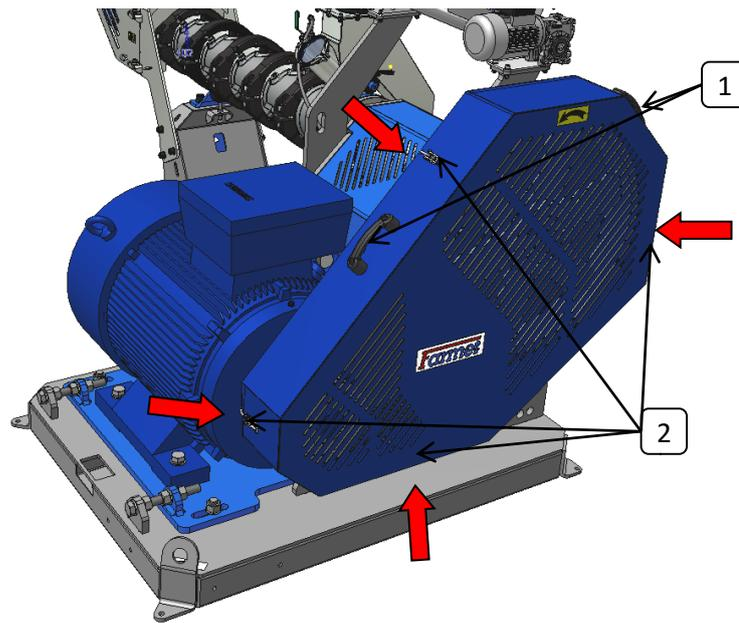

Figure 42 - Platzierung der Spanner
- Lösen Sie die vier Spanner, die an der gegenüberliegenden Abdeckung befestigt sind. Platzierung der Spanner, siehe Abbildung 42.
Für die manuelle Methode der Feststellung des Spannungszustands des Riemens richten Sie sich nach der Tabelle 8. Drücken Sie den Riemen gleichmäßig mit der vorgeschriebenen Kraft über seine gesamte Breite in der Hälfte des geraden Teils des Riemens, siehe Abbildung 42. Diese Kraft sollte der in der Tabelle (Tabelle 1) aufgeführten Durchbiegung des Riemens entsprechen.